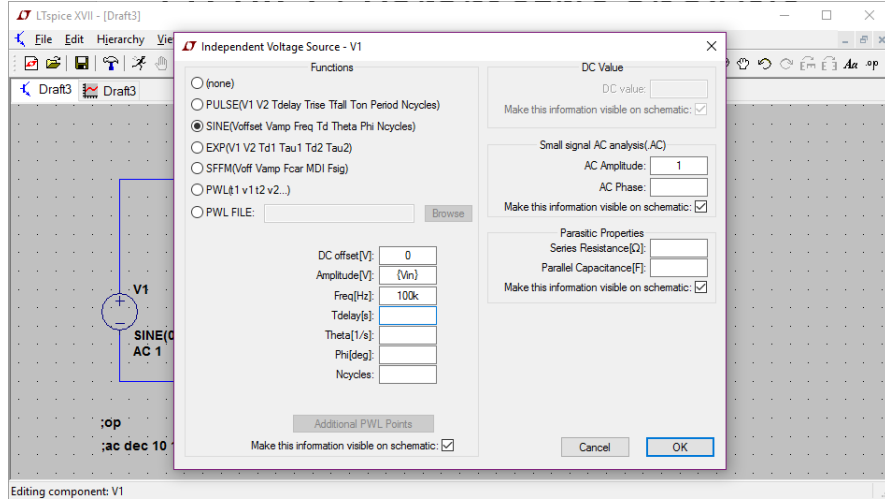

Figure A.27: LT Spice - Editarea sursei V1.
1. *Right Click* pe sursa V1, selectăm modul *Advanced*, după care atribuim parametrului *Amplitude* valoarea V_{in} , restul parametrilor rămânând identici cu cei de la analiza *Transient* (vezi Figure A.27),